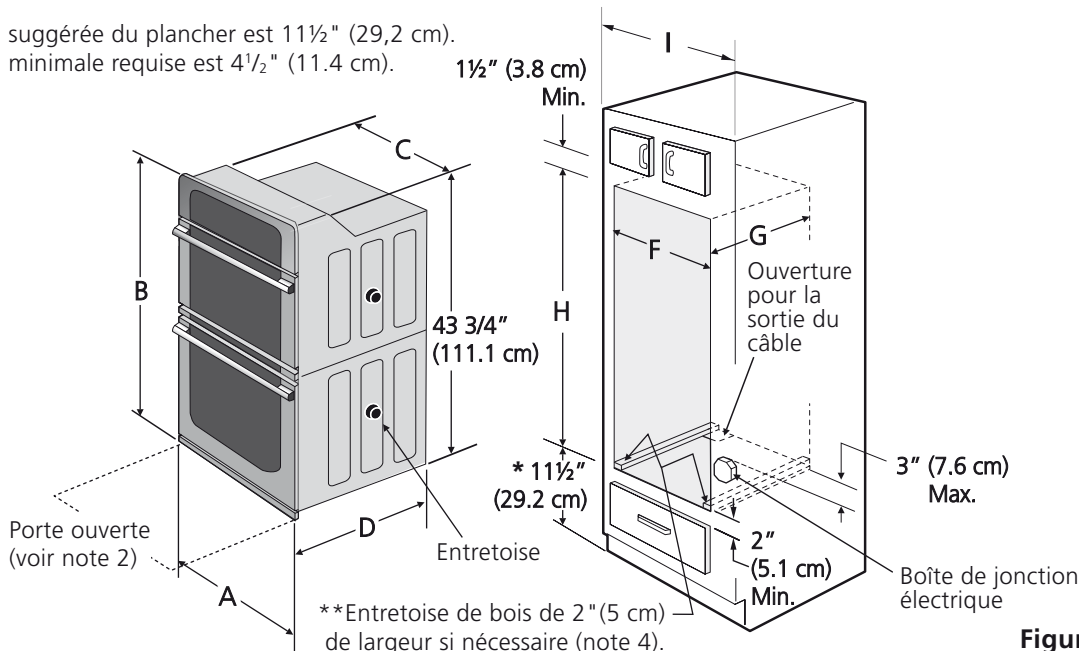

Figure 1
2. Il faut brancher l'appareil au panneau de distribution en utilisant des câbles flexibles à gaine métallique ou non métallique. On doit brancher directement à la boîte de jonction le câble gainé flexible de l'appareil. Il faut disposer la boîte de jonction tel qu'illustré à la Figure 1 en laissant autant de lâche que possible dans le câble entre la boîte et l'appareil, pour en faciliter le déplacement si l'entretien s'avère nécessaire.